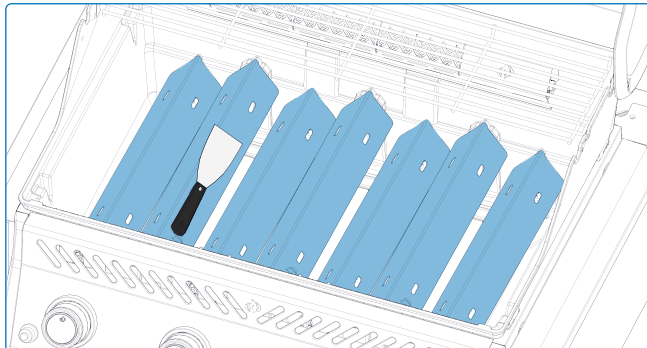

Fig. 9
- Steek de brander aan en laat deze 5–10 minuten op hoog staan om achtergebleven residu te verwijderen (Afbeelding 9).